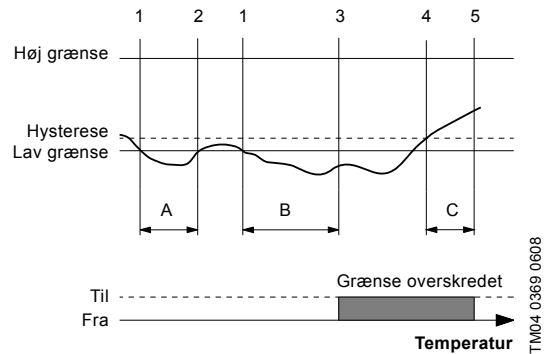

Fig. 64 Eksempel på overskridelse af lav grænse
Dette er en overvågningsfunktion med information, advarsel eller alarm, når en lav eller høj grænse overskrides. Se fig. 64.
Timeren til registreringsforsinkelse starter, når en grænse overskrides (1). Se fig. 64. Tiden kan konfigureres.